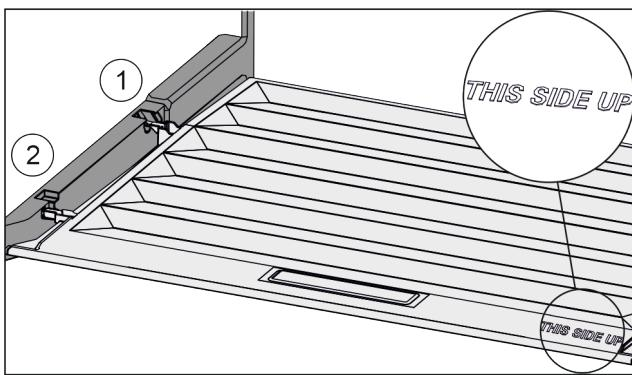

Fig. 43
- Вставить поперечные ребра крышки через отверстие заднего держателя Fig. 43 (1) и защелкнуть спереди в держателе Fig. 43 (2).